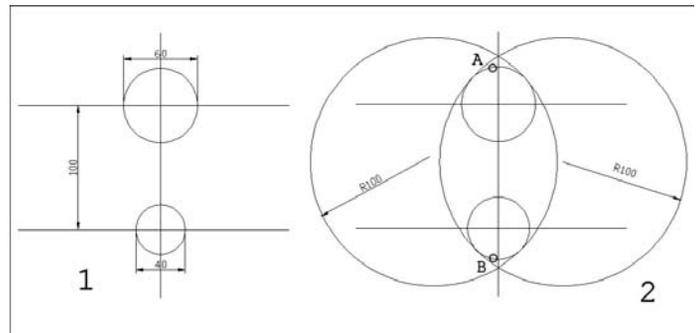

Fig.4.34
- ▶ Tracer deux cercles TTR de rayon 100 mm. Pour celui de droite pointer les cercles de tangences en A et B juste à gauche de l'axe vertical. Pour le cercle de gauche pointer les cercles de tangences en C et D juste à droite de l'axe vertical (fig.4.34).